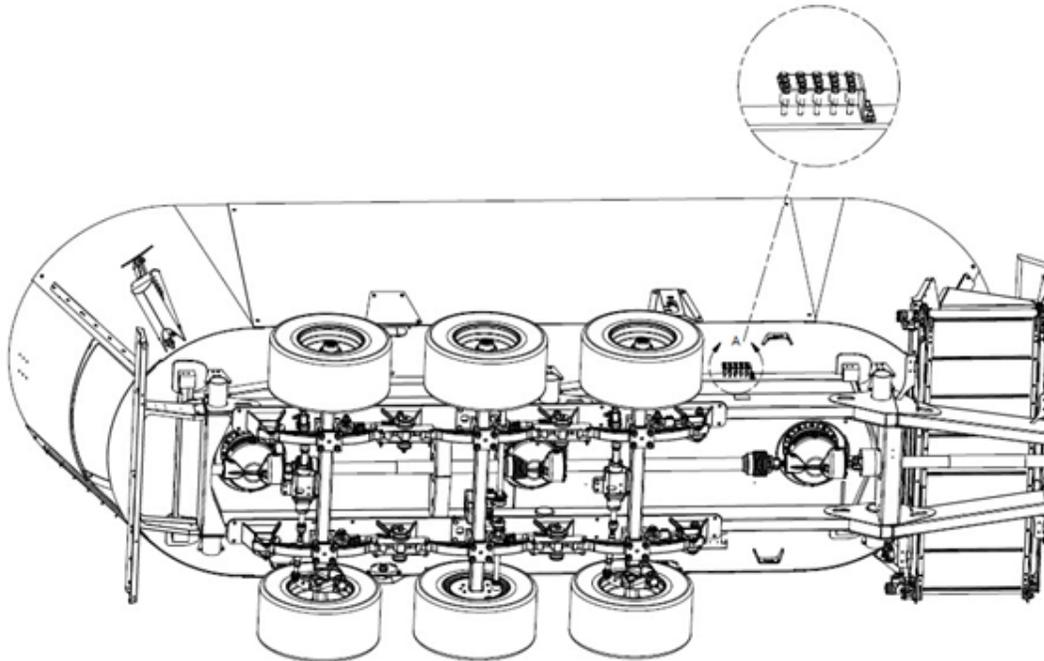

Figure 46 — Emplacement des boulons de sécurité sur les SMARTMIX A950 et A1230
3. Installez un nouveau boulon (disponible sur le support des boulons de rechange) (Figure 46) (voir le Tableau 19 — Boulons de cisaillement de la prise de force (PTO) à l'Annexe A — Tableaux résumés de l'entretien des SMARTMIX" à la page 139 pour connaître le type de boulon de cisaillement à utiliser en fonction de votre modèle de mélangeur).